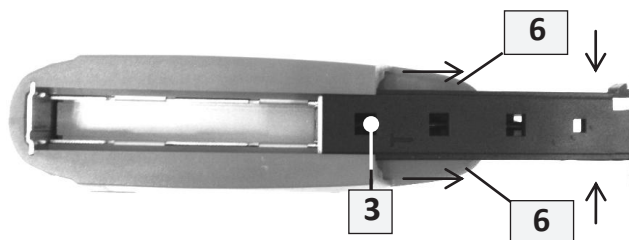

Рис. 1
2. Зажмите одновременно кнопки фиксатора магазина (Рис. 1).
3. Потяните магазин назад (Рис.1).